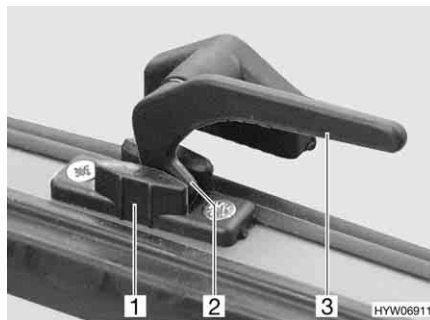

Fig. 9 Fenêtre projetante sur la position "Aération permanente"
- Aération permanente (Fig. 9) ou
- Ouvrir le levier de verrouillage (Fig. 9,3) de la fenêtre projetante.
- Remettre le levier de verrouillage en position initiale. Le tenon de verrouillage (Fig. 9,2) doit pénétrer alors dans le logement prévu à cet effet dans le verrouillage de fenêtre (Fig. 9,1).